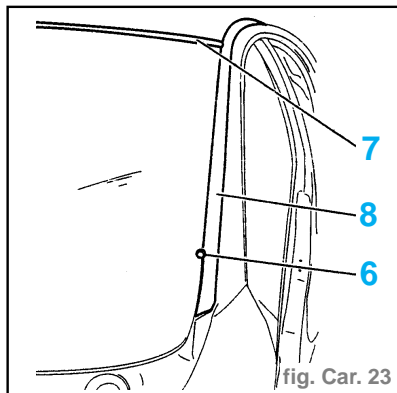

fig. Car. 23
- les fixations (1)
- le capot (2)
- les ensembles bras-raclettes (3) à l'aide d'un extracteur
- les agrafes (4)
- la grille d'auvent (5)
- Déposer (fig. Car. 23) :